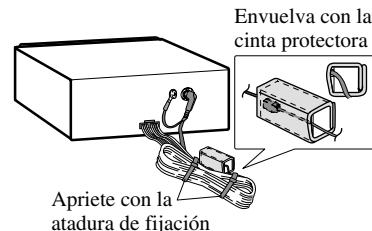

Fig. 10
• Cuando instale la caja de conexión de cable óptico con la atadura de fijación. (Fig. 10)